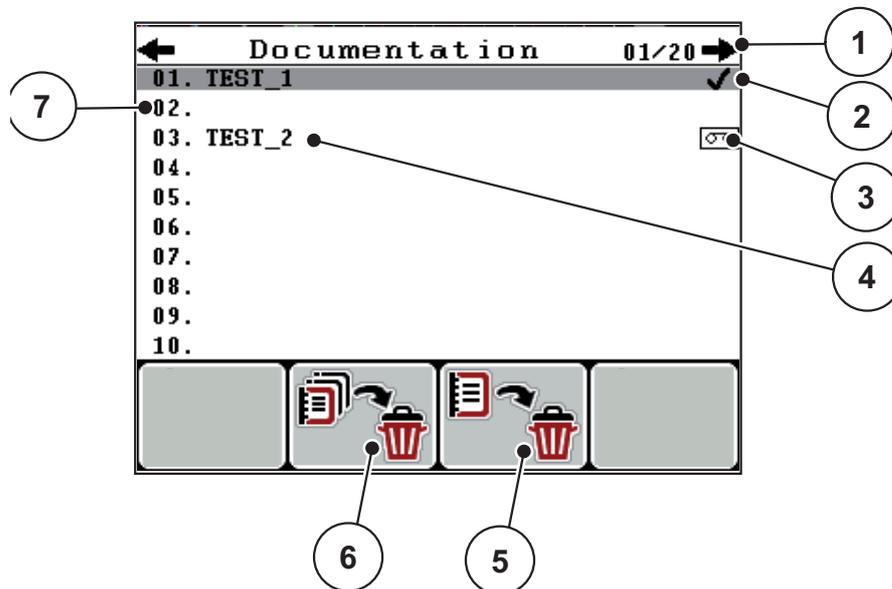

Figure 4.19 : Menu Documentation
3. Appuyer sur la touche de fonction **F3** située sous le symbole **Supprimer** (cf. figure 4.19).
2. Appuyer sur la touche de fonction **F2** située sous le symbole tout **supprimer** (cf. figure 4.19).